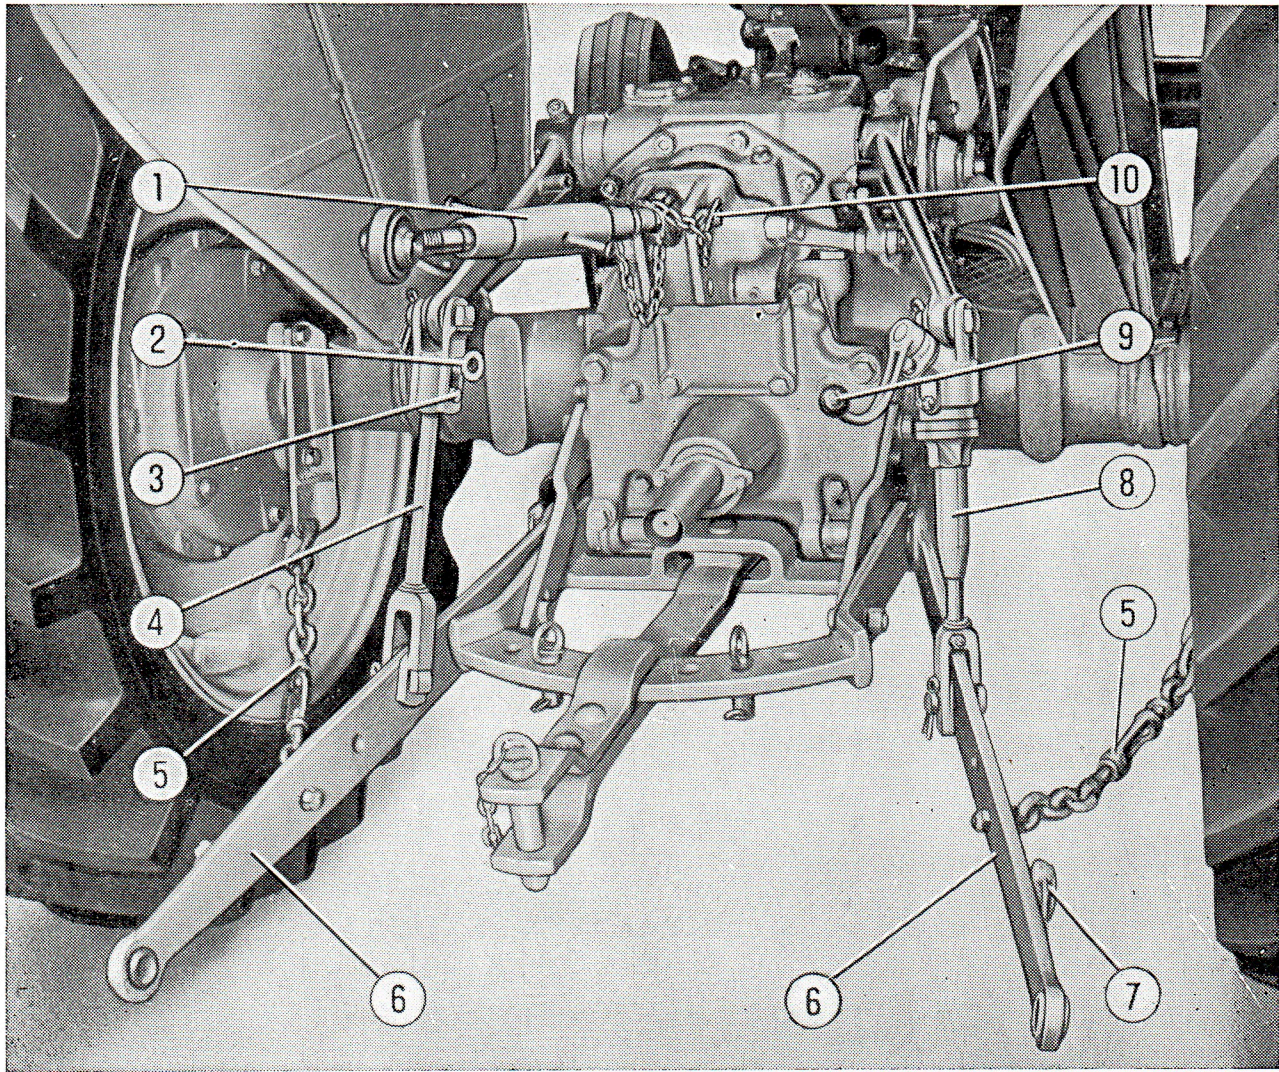

FIG. 17. — Système d'attelage 3 points
C) RÉGLAGE DU SYSTÈME D'ATTELAGE (fig. 17)